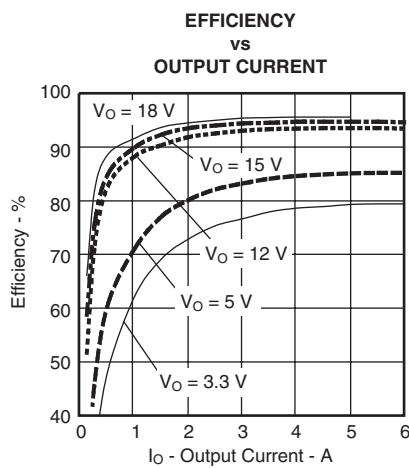
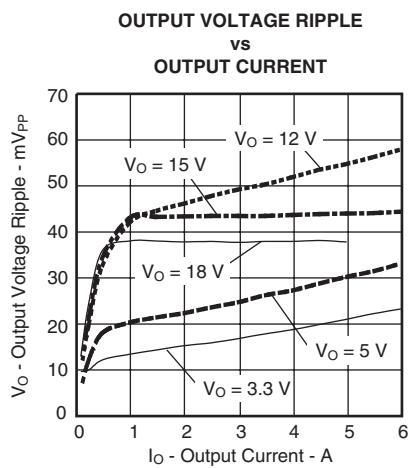
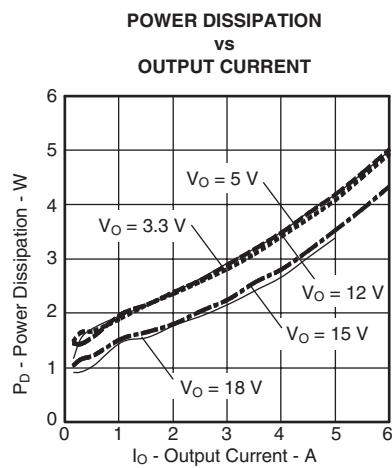

図 11
図 12
図 13
(1) この電気的特性データは、実際の製品を25°Cでテストして得られたものです。このデータは、コンバータの代表的なデータと考えられます。図11、図12、および図13に対して適用されます。
(2) 温度ディレーティング曲線は、内部コンポーネントの温度がメーカーの指定した最高動作温度以下になる条件を表します。このディレーティング制限は、2オンス (56.69グラム) の銅を使用した、100mm×100mmの両面PCBに直接半田付けされたモジュールに対して適用します。